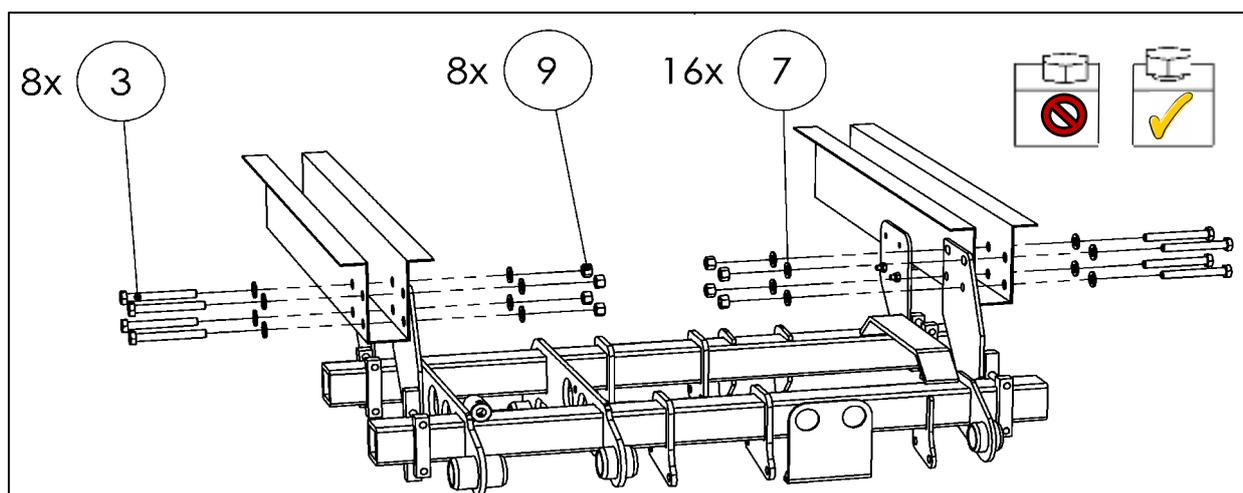

Fig. 27
- Levante el mecanismo de elevación. Inserte los tornillos traseros (**juego de adaptador de instalación– No. de parte 22 911 217 or 22 911 235**) y apriételes como se muestra en la Fig. 27.